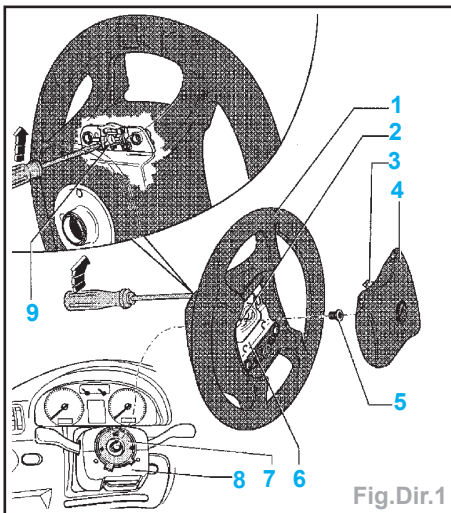

Fig.Dir.1
- Enfoncer le tournevis dans le sens de la flèche (Fig.Dir.1). L'agrafe (9) est alors repoussée, ce qui a pour effet de déverrouiller le crochet d'arrêt (3) du module d'airbag.